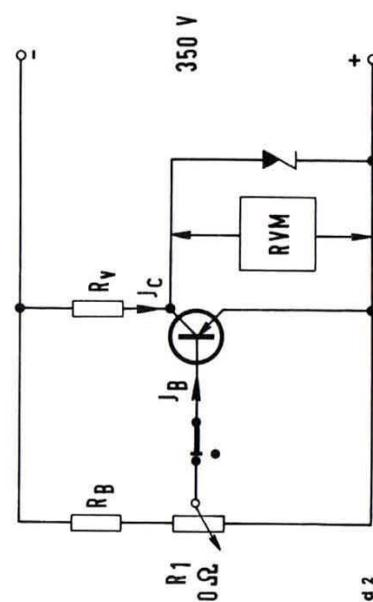

Bild 2
1. Messen der Durchbruchspannung U_{CEO} (Bild 2)
2. Messen des Leistungsdurchbruchs („Second Breakdown“ Bild 2)
Mit der Meßschaltung nach Bild 2 wird mittels des zwischen Kollektor und Emitter liegenden Universal-Voltmeters die U_{CEO} gemessen. Die Basis ist offen und der Widerstand R_V ist so einzustellen, daß J_T = 100 mA beträgt.
Der sekundäre Durchbruch tritt bei örtlicher Überhitzung in der Sperrschicht auf. Dieser Effekt führt von einer heißen Stelle in der Sperrschicht her, die sich durch Konzentration des Stromes auf eine kleine Fläche bildet. Der Basisstrom fließt vom ringförmigen Basisanschluß in radialer Richtung einwärts durch die dünne Basisschicht zwischen Emitter und Kollektor. Da dieser Weg einen Widerstand aufweist, entsteht ein Spannungsgefälle, welches den Kollektorstrom in der Mitte der Basis konzentriert. Betreibt man den Transistor wiederholt im Bereich des sekundären Durchbruchs, so wird nach und nach die Sperrschicht zerstört, bis Emitter und Kollektor kurzgeschlossen sind. Diese Erkenntnis ist sehr wichtig, leider aber noch allgemein bekannt. **Immer wieder „sterben“ in Schaltungen Leistungstransistoren, die dem ersten Anschein nach mit den vom Hersteller angegebenen Grenzdaten nicht überfordert wurden.** Die zulässige Gesamtverlustleistung eines Transistors ist abhängig von der Spannung U_{CE} . Für die für den SV 80 geeigneten Transistoren wurde mit den Transistorherstellern ein Wert festgelegt, als dem sich nach $J = \frac{N}{U}$ bei $U_{CE} = 50$ V ein Strom von 350 mA ergibt. Der Vorwiderstand R_V in Bild 2 ist entsprechend einzustellen. Die Prüfung erfolgt nun so, daß der Schleiter von R_1 vom oberen Anschlag (der Transistor ist leitend, also niederohmig) nach unten in Richtung „hochohmig“ gedreht wird. Der Strom I_C bleibt wegen des relativ hohen Innenwiderstandes der Stromversorgung durch R_V annähernd konstant.